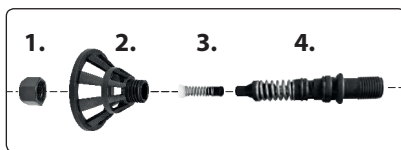

Abb. 7
4. Mit der Verdünnung reinigen Sie die Düse (Teil 1 auf der Abb. 7) und dann stechen Sie mit Hilfe der mitgelieferten Nadel die Öffnung(en) sowohl im Teil 1, als auch im Teil 3 auf der nachstehenden Abb. 7 durch. Für den Zugang zu den Öffnungen im Teil 3 muss der Teil 1 mit Hilfe des mitgelieferten Flügelschlüssels abgeschraubt werden.
5. Falls auch der Innenbereich der Pistole verunreinigt ist, muss dieser Bereich nach dem folgenden Schema (Abb. 7) demontiert werden und sämtliche Teile müssen mit einer geeigneten Verdünnung und Textilie gereinigt und ggf. muss auch die Nadel zum Durchstechen der Öffnungen verwendet werden. Der Teil 3 ist lose - herausnehmbar, nachdem der Teil 1 abgeschraubt wurde, und der Teil 4 wird als nachfolgender kompletter Teil herausgenommen; zu seiner Demontage muss ggf. eine Zange verwendet werden, man darf jedoch nicht das vordere Gewinde beschädigen. Verwenden Sie zum Schutz vom Gewinde am Teil 4 einen Lappen, in den Sie das Gewinde vor der Demontage einwickeln. **Falls Sie Anstrichmittel auf Wasserbasis verwenden, muss der Teil 4 immer herausgenommen und nach der Reinigung am besten mit einem heißen Luftstrahl oder einem Stück Stoff abgetrocknet und ordnungsgemäß ausgetrocknet gelassen werden, damit etwaige Korrosion vermieden wird.**
6. Benetzen Sie den Korpus, die Feder und den Kolben (Abb. 7, Teil 3 und 4) leicht mit Schmieröl (z. B. für Nähmaschinen).